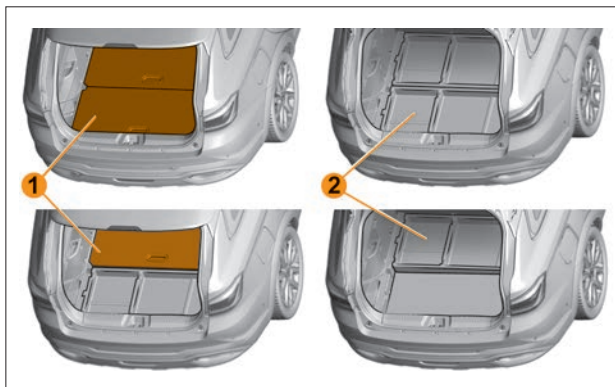

Рис. 5.8.3. Фальшпол и органайзеры
**В варианном исполнении** в багажнике автомобиля находится съёмный пол (фальшпол), состоящий из двух взаимозаменяемых панелей **1** (рис. 5.8.3). При складывании сидений заднего ряда и образовании ровного пола возможно использование панелей фальшпола с 2-х сторон (лицевой или тыльной).